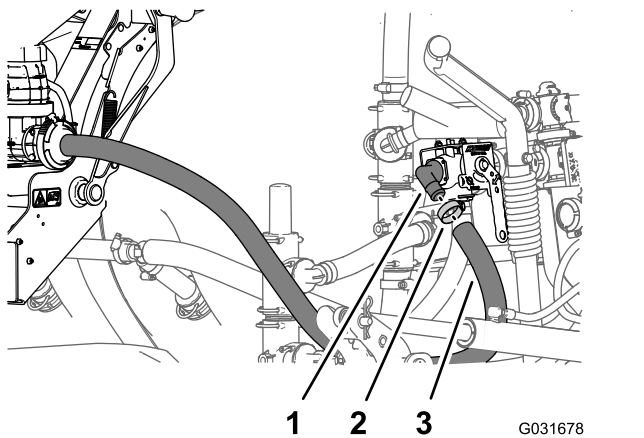

Рисунок 227
1. Совместите свободный конец шланга подачи эдуктора с прямоугольным штуцером типа «елочка» отсечного клапана и установите шланг на этот штуцер (Рисунок 227).